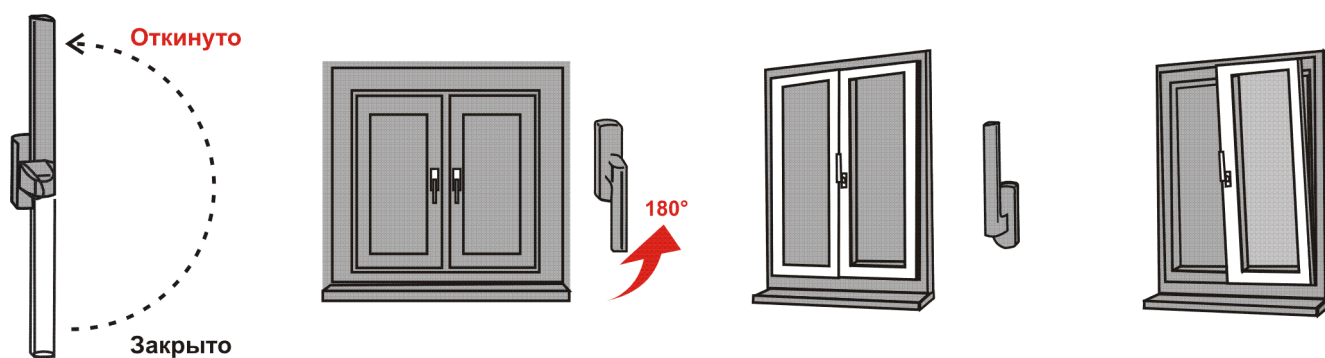

Рис.2
3. Для перевода створки из закрытого положение в откидное (поворот створки относительно нижней горизонтальной оси, положение «Откинута» на Рис.2) ручку поворачивают вертикально на 180 градусов вверх, затем, потянув за ручку, поворачивают створку относительно нижней горизонтальной оси на заданный изготовителем угол (не более 10 градусов) (откидной режим).
4. Для запираения створки из открытого или откидного положения ее сначала закрывают и, придерживая створку рукой, поворачивают ручку вертикально вниз (положение «Закрыто» на Рис. 2).